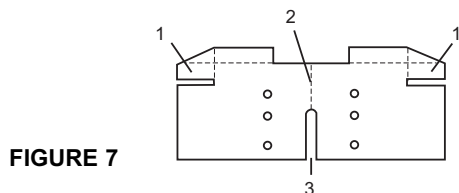

FIGURE 7
- Pliez les languettes en arrière sur le modèle comme indiqué sur la figure 7.